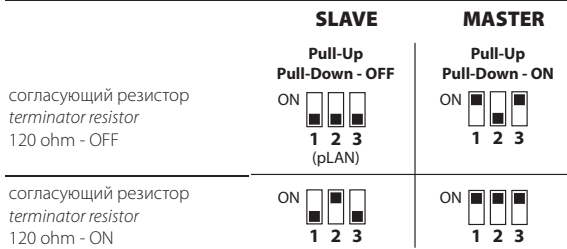

Fig.3
Последовательные порты COM1 (2), COM2	RS485 до 115,2 кбит/сек Съемный винтовой разъем, шаг 3,81 мм Экранированная витая пара AWG 20-22 для ± Lmax = 500м - момент 0,25Нм (2,2 фунт-сила-дюйм) Режим ведущий/ведомый настраивается микропереключателем (рис.3)
COM1 (2), COM2 Serial ports	RS485 max 115,2 Kb/s Removable screw connector 3,81mm pitch Shielded twisted pair cable AWG 20-22 for ± Lmax = 500m - tightening torque 0,25Nm (2,2lbf x in) Master/Slave set via dipswitch (Fig.3)